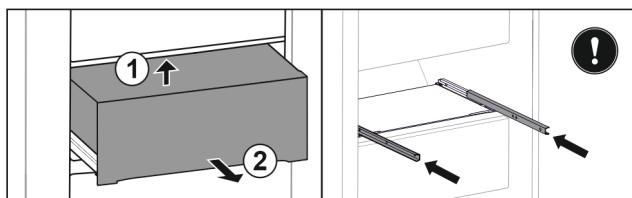

Fig. 159
- Повдигнете чекмеджето отзад. Fig. 159 (1)
- Извадете чекмеджето напред. Fig. 159 (2)